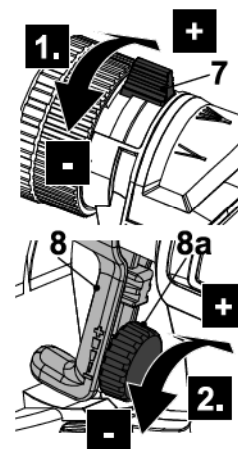

Fig. 13
- > Rode a alavanca de ajuste do fluxo de ar (7) no sentido horário para aumentar o volume do fluxo de ar e no sentido contrário ao dos ponteiros do relógio para diminuir o volume do fluxo de ar (Fig.13, passo 1) (quando visto a partir da posição do operador). Isto terá o efeito de alargar ou estreitar o padrão de pulverização.
- > Rode o botão de ajuste do fluido (8a) no sentido dos ponteiros do relógio para aumentar o volume da saída do fluido e no sentido contrário ao dos ponteiros do relógio para diminuir o volume da saída do fluido (Fig. 13, passo 2) (quando visto a partir da posição do operador). Isto terá o efeito de aumentar ou diminuir tinta a ser aplicada.